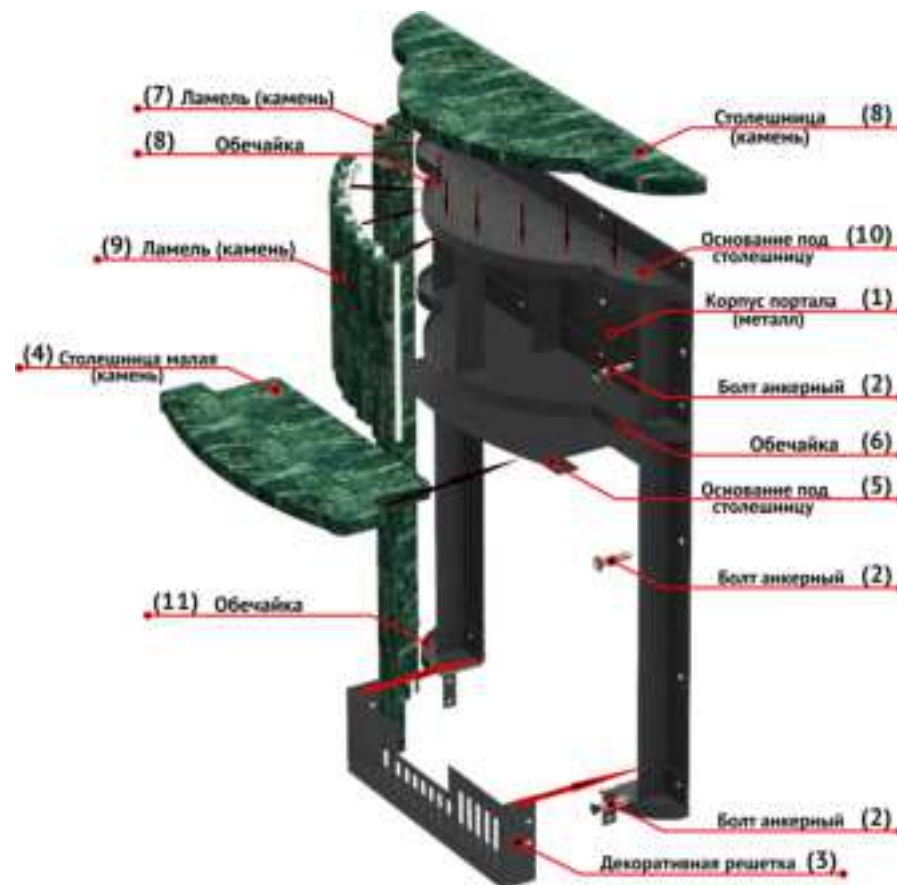

Рисунок 8.4. Схема установки и крепления портала печи.
- 8.4.2.** Закрепите корпус портала (1) при помощи анкерного болта (2)* на стене (см. рис. 8.4.).